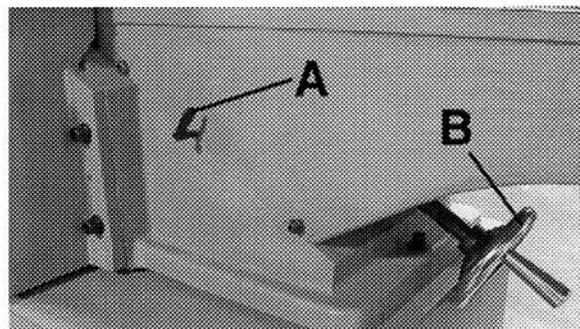

FIGURE 22
2. Desserrez la vis de verrouillage (A) Fig. 22, et tournez la manivelle (B). Une fois que la table de sortie est parallèle aux couteaux de la tête de coupe, resserrez la vis de verrouillage (A).